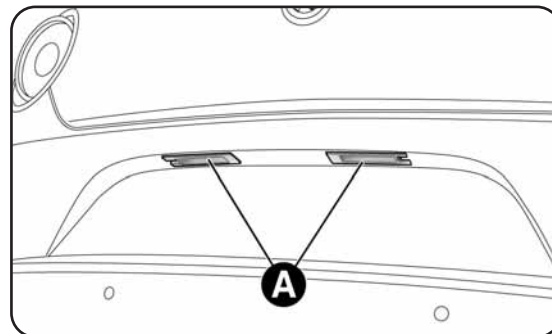

fig. 29
- enlever les groupes transparents A-fig. 29;